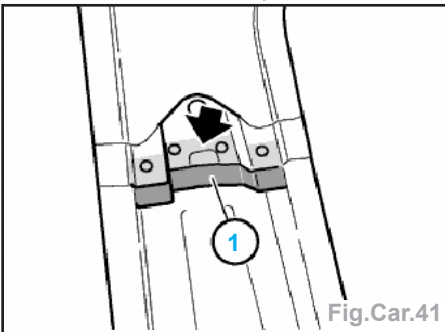

Fig.Car.41
- Insérer le raidisseur (1) dans la carrosserie, au niveau de la doublure de montant B, et le souder (Fig.Car.41).